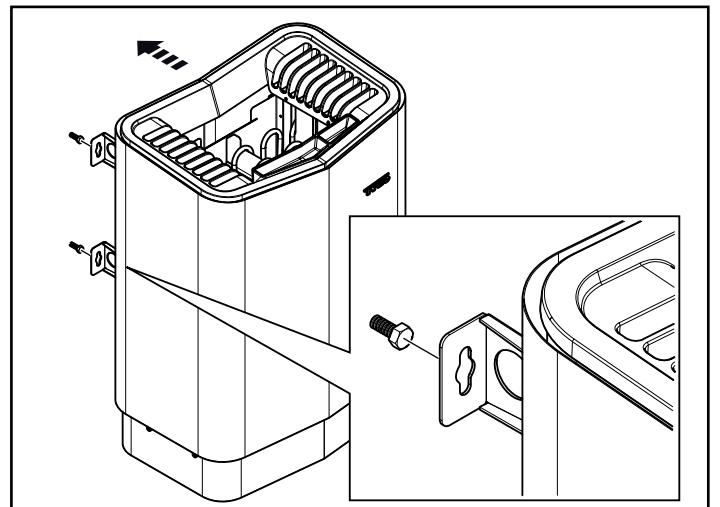

Рисунок 13: Навесьте нагреватель.
11. Навесьте нагреватель на винты (см. Рис. 13).